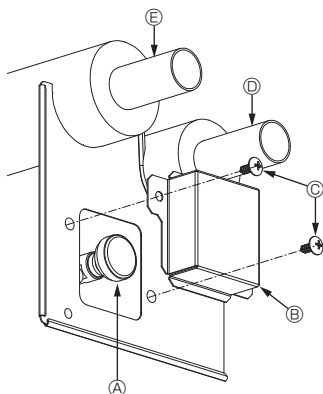

Fig. 7-1
7.2.2. Válvula de salida de aire de la unidad interior (Fig. 7-1)
- ① Retire la cubierta de la válvula de purga de aire.
- ② Gire el mando de la válvula de purga de aire para liberar el aire.